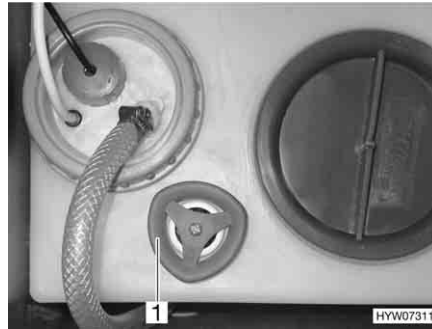

Bild 210 Wassertank, Drehgriff
- Auf dem Wassertank den Drehgriff (Bild 210,1) im Uhrzeigersinn drehen, um die Ablauföffnung zu schließen.